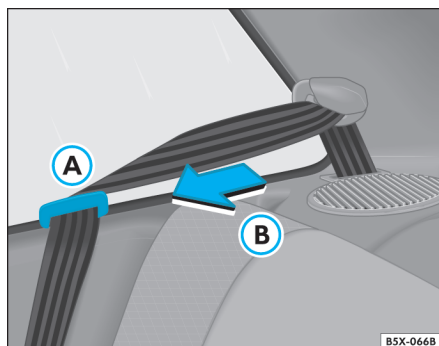
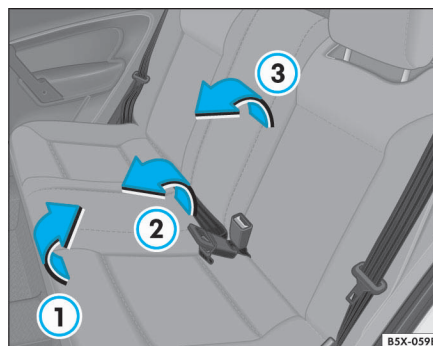

Fig. 61 Posicionador de la lengüeta del cinturón y palanca de desbloqueo del respaldo
Fig. 62 Inclinación del asiento
- Para los vehículos que poseen cinturones de 3 puntos con enrollador automático, encaje las lengüetas en los respectivos alojamientos de fijación ⇒ fig. 61 A. Para los vehículos que poseen cinturones de 3 puntos sin enrollador automático, cuide para que la banda de los cinturones no queden sujetos entre el asiento y la lateral del vehículo.
- Destrahe el asiento forzando su parte delantera hacia arriba ⇒ página 76, fig. 62 1.
- Levante la parte trasera del asiento ⇒ página 76, fig. 62 2 y colóquelo perpendicularmente al piso.
- Mueva las trabas ⇒ página 76, fig. 61 en el sentido de la flecha B y al mismo tiempo, incline parcialmente el respaldo del asiento ⇒ página 76, fig. 62 3, retire los apoyacabezas ⇒ página 74 ⇒ A y baje totalmente el respaldo.
- Encaje las lengüetas en los respectivos alojamientos de fijación ⇒ página 76, fig. 61 A.
- Mueva las trabas ⇒ página 76, fig. 61 B y al mismo tiempo, incline parcialmente el respaldo del asiento ⇒ página 76, fig. 62 3.